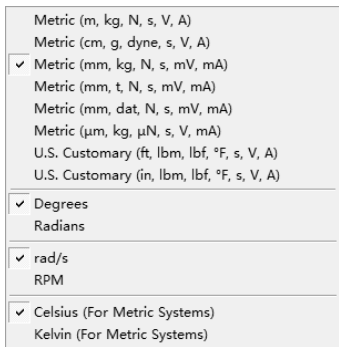

图 8-26 设置分析单位
2) 选择【Units】|【Metric (mm,kg,N,s,mV,mA)】命令，设置分析单位，如图 8-26 所示。